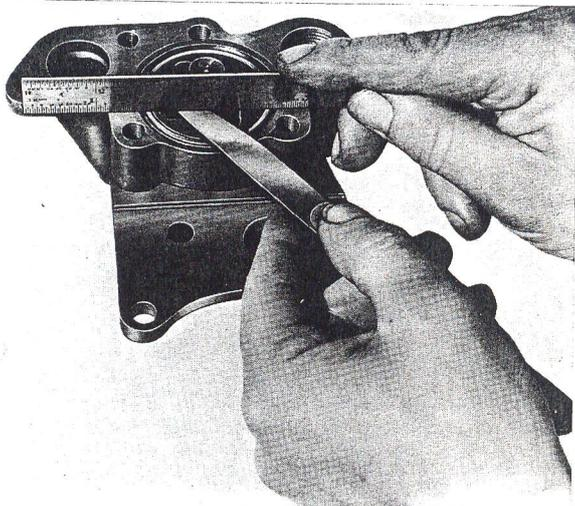

Fig. P10 — Vérification du jeu latéral des rotors.
4. Vérifier le jeu latéral des rotors (fig. P10).